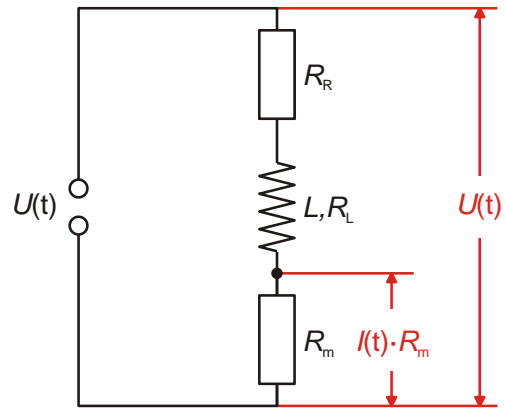

Fig. 3: Diagrama de ligações
- Realizar as ligações na placa de encaixe conforme Fig. 3.